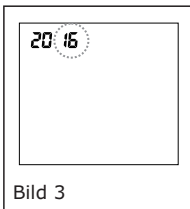

Bild 3
2. Drücken und halten Sie die Taste „**M1**“, drücken Sie anschließend die Taste „ \cup “, wodurch das Jahr wie in Bild 3 aufleuchtet.